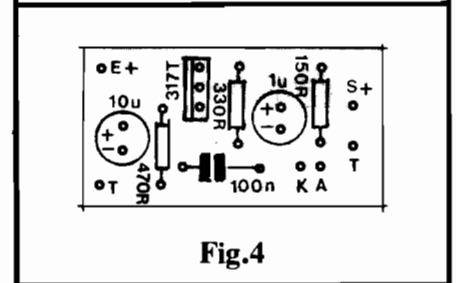

Fig. 4
- FIG. 4 - "CHAPEADO" DA MONTAGEM - Na figura anterior (3) vimos a placa pela sua face cobreada (zonas metalizadas em preto, e zonas livres do cobre em branco...). Agora observamos a mesma placa, porém pela sua face não cobreada, onde ficam os componentes (quem adquirir o KIT já recebe sua plaquinha pronta, inclusive com demarcação em **silk-screen**, do presente "chapeado", o que torna a montagem uma verdadeira brincadeira...). Todas as peças estão devidamente identificadas pelos seus códigos e/ou valores, devendo o Leitor/Hobbysta iniciante observar com mais atenção os componentes polarizados, quais sejam: o Integrado LM317-T (cuja lapela metálica deve ficar voltada para o resistor de 470R...) e os capacitores eletrolíticos (com as polaridades de seus terminais marcadas tanto no "chapeado" quanto no próprio "corpo" das peças...). Quanto aos resistores, cuidado para não inverter suas colocações em função dos seus valores... Quem ainda tiver dúvidas deve recorrer ao TABELÃO APE (nas primeiras páginas da Revista...). Terminadas as soldagens dos terminais dos componentes, tudo deve ser conferido (inclusive a "qualidade" dos seus pontos de solda, pelo "outro" lado da placa...), para só então cortar-se as "sobras" das "pernas"...